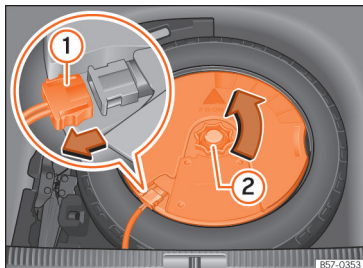

Abb. 239 Im Gepäckraum: Subwoofer ausbauen.
- Klemmen Sie das Subwoofer-Lautsprecher-Kabel ab »» Abb. 239 ①.
- Drehen Sie das Befestigungshandrad entgegen dem Uhrzeigersinn heraus »» Abb. 239 ②.